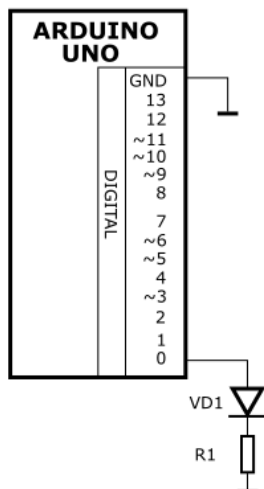

Рис.1 Подключение светодиода к ARDUINO
- 1) По принципиальной электрической схеме определить вывод цифрового порта, к которому подключен светодиод (рис. 1).